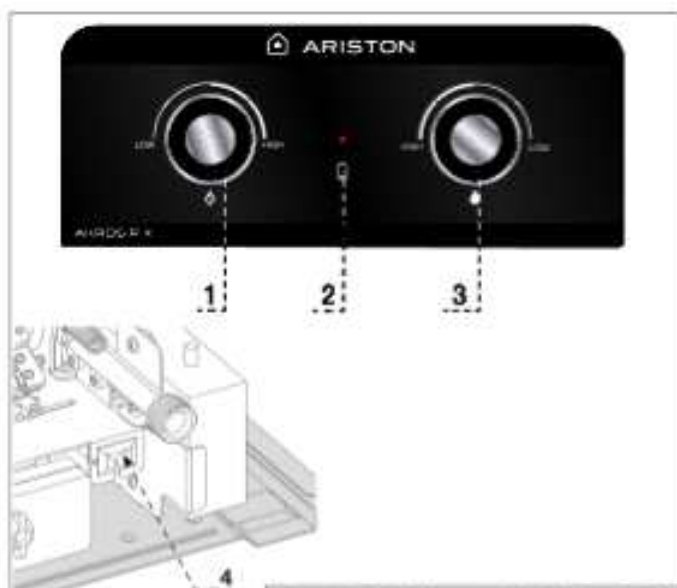

Figura 1 - Painel de controlo e botão On/Off
- Ligar: pressione o botão power on/off (ver Figura 1 – Painel de controlo e botão On/Off - no.: 4)
- Desligar: pressione o botão On/Off (ver Figura 1 – Painel de controlo e botão On/Off - no.: 4)
O botão de gás (ver Figura 1 – Painel de controlo e botão On/Off - no.: 1) ajusta a potência máxima do queimador. A rotação no sentido do relógio aumentará a potência máxima do queimador, se a rotação no sentido anti-relógio diminuir a potência máxima do aparelho.
O botão de água (ver Figura 1 – Painel de controlo e botão On/Off - no.: 2) ajusta o fluxo de água máximo permitido para passar pelo aparelho. Se girar no sentido do relógio irá reduzir o fluxo máximo de água no aparelho. Se girar no sentido contrário do relógio aumentará o fluxo máximo de água no aparelho.
(ver Figura 1 – Painel de controlo e botão On/Off - no.: 2).